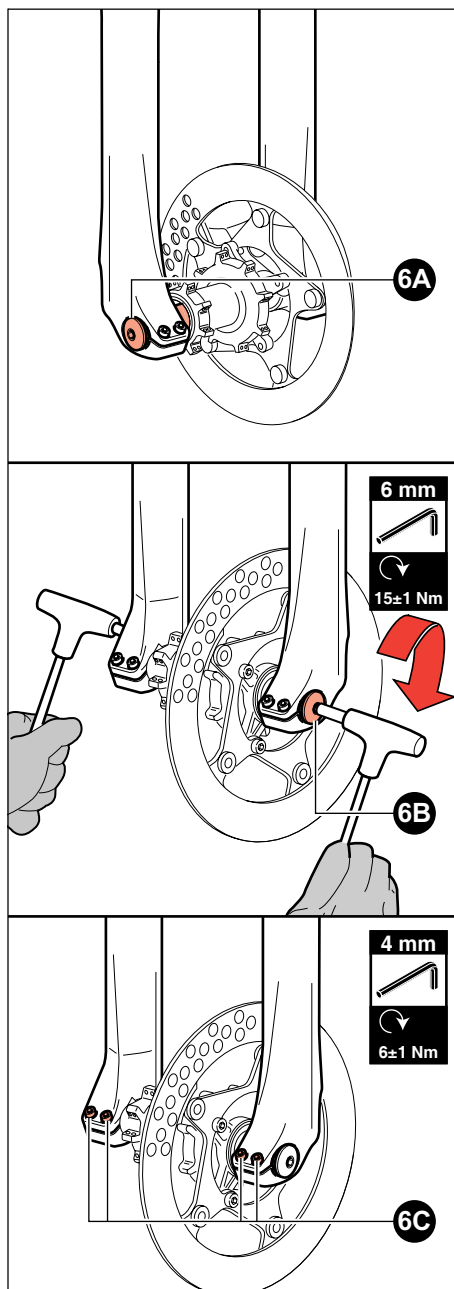

Figura 6 - Installazione ruota su forcelle serie 66 e 888
- Allineare il centro della ruota con i due porta ruota (vedi **6A** di **Figura 6**).
- Inserire il perno attraverso il portaruota destro, la ruota ed il portaruota sinistro (vedi **6A** di **Figura 6**).
- Utilizzando una chiave a brugola da 6 mm serrare il perno alla coppia prevista (**15±1 Nm**) agendo sul tappo del perno (vedi **6B** di **Figura 6**).
- Serrare le viti poste sui due portaruota alla coppia prevista (**6±1 Nm**) con sequenza "1-2-1" utilizzando una chiave a brugola da 4 mm (vedi **6C** di **Figura 6**).